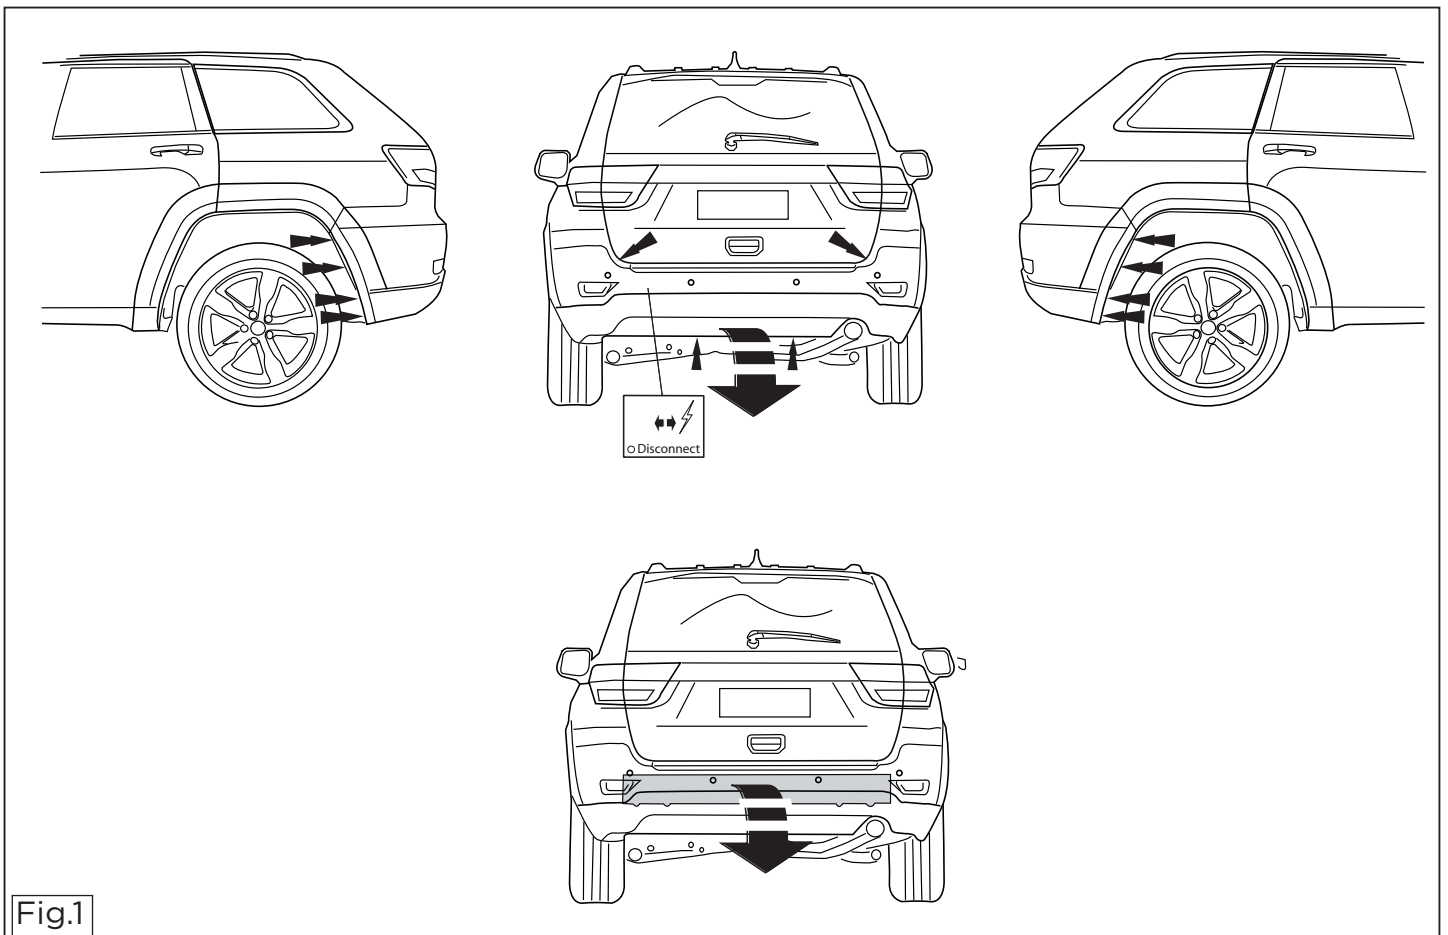

Fig.1
1. Demonter kofangeren, inklusive køretøjets stålstødbjælke. Denne bliver overflødig. (jævnfør fig. 1).
1. Desmontar el parachoques inclusive el tope de acero del vehículo, el tope no se vuelve a utilizar. (véase la fig. 1).
1. Smontare il paraurti e la barra d'acciaio dal veicolo; la barra in acciaio non dovrà più essere montata. (vedi fig. 1).
1. Zdemontować z pojazdu zderzak wraz ze stalową belką zderzakową, belka zderzakowa nie będzie ponownie używana. (Patrz rysunek 1).